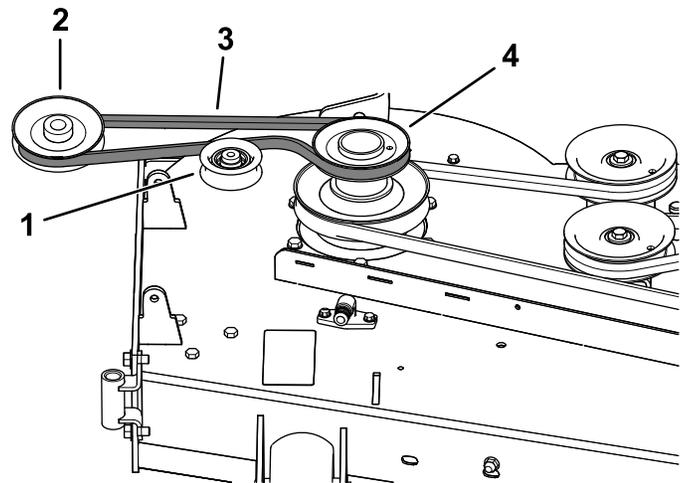
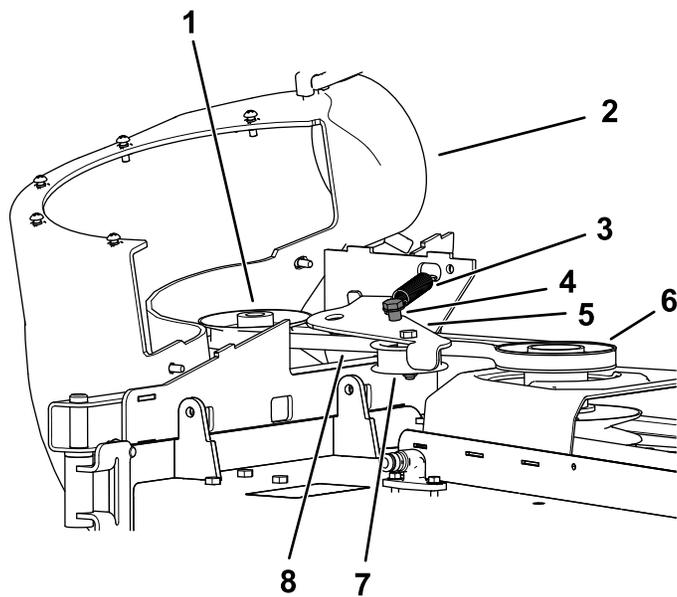

Bild 26
Bild 27
1. Legen Sie den Riemen ggf. um die Riemenscheibe des Gebläses (Bild 26).
1. Verlegen Sie den Riemen um die Gebläseriemenscheibe (**Bild 26** und **Bild 27**), siehe **11 Einbauen des Gebläses (Seite 16)**.
- Ziehen Sie die gefederte Spannscheibe von der starren Federstrebe weg und verlegen Sie den Riemen um die Riemenscheibe am Mähwerk (Bild 27).
- Verlegen Sie den Riemen um die Antriebsscheibe, wie in Bild 26 und Bild 27 dargestellt.